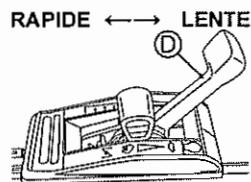

Fig. 20.
5 Ajustez la vitesse de tonte avec le Levier de changement de vitesse (D). (Voir Fig. 20.)